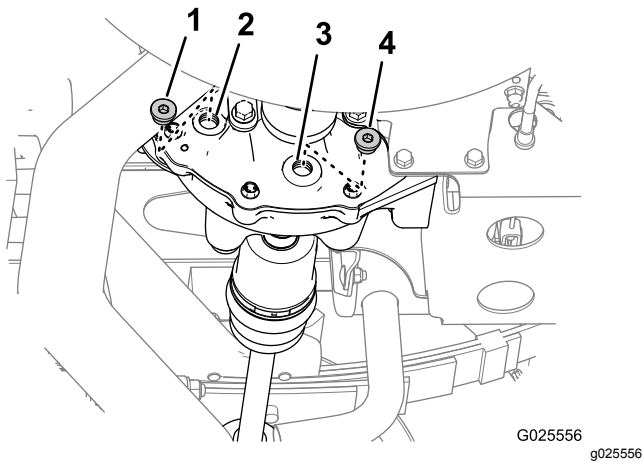

Figure 73
1. Placez un bac de vidange sous le bouchon de vidange (Figure 73).
2. Enlevez le bouchon de l'orifice de remplissage et le bouchon de l'orifice de vidange du différentiel (Figure 73).
4. Remettez le bouchon sur l'orifice de vidange (Figure 73) et serrez-le à un couple de 14 à 19 N·m.
5. Versez 550 ml de l'huile spécifiée par l'orifice de remplissage du différentiel (Figure 73).
6. Remettez le bouchon sur l'orifice de remplissage (Figure 73) et serrez-le à un couple de 14 à 19 N·m.